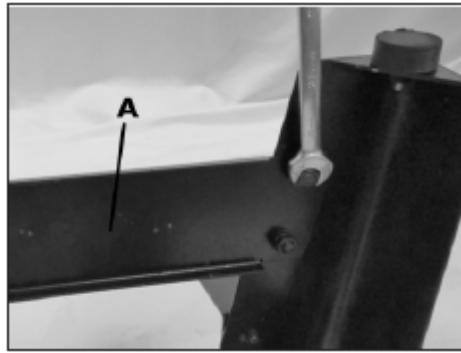

Рис. 5
2. Прикрепить нижнюю опорную пластину В (рис. 5, А) на оба комплекта сборки ног и соединительной пластины с помощью болтов M8x16 с квадратным подголовником, с плоской и пружинной шайбой на 8 мм и гаек M8.